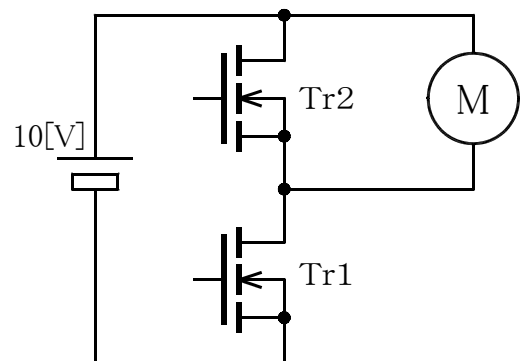

図3 改良型のスイッチング回路
- (3) 図3はこの回路の改良の一例である。ダイオードに代えて、MOS-FET(Tr2)を使用し、Tr1をOFFにする間だけ、Tr2をオンにする(交互にONする)。いかなる効果があるか、損失の観点から数値を示して具体的に述べよ。なお、MOS-FETはONであれば、ドレイン、ソース間のどちら向きにも電流を流すことができる。